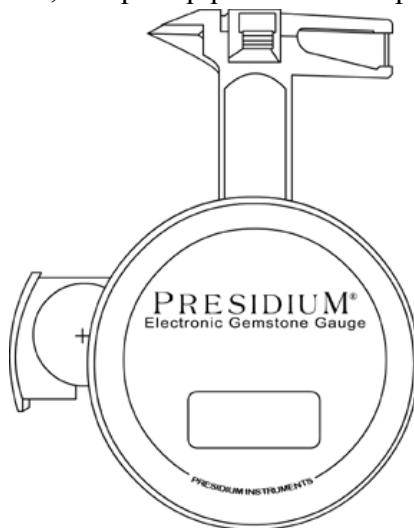

Рисунок 1.1
2. Установите аккумулятор типа «CR 2032», 3В, в батарейный отсек стороной с положительным значком (+) верх. Задвиньте батарейный блок внутрь прибора (Рис. 1.1).